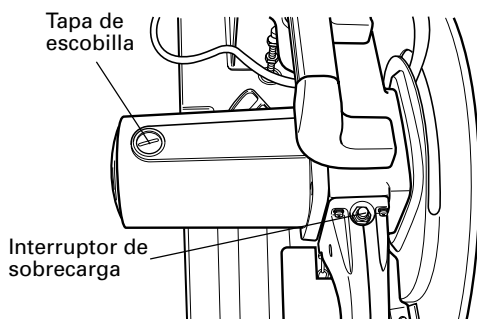

Fig. 16
7. Dispositivo de protección contra la sobrecarga del motor (Fig.16)